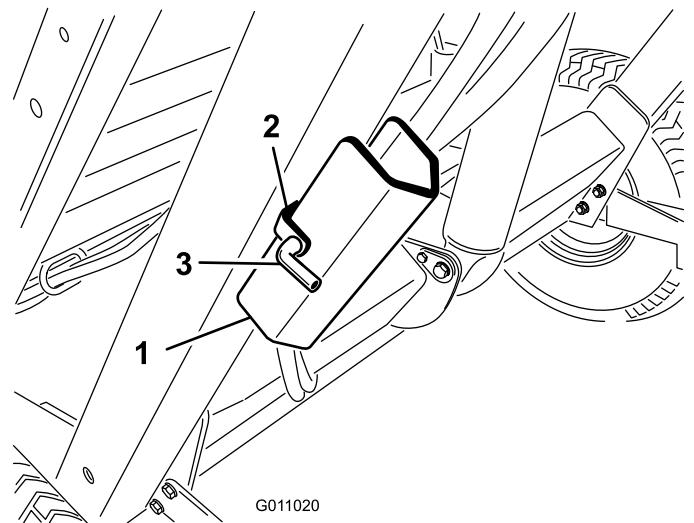

Bild 26
2. Nehmen Sie den Splint und den Stift ab, mit denen die Sicherheitsstütze an der Lagerhalterung am Maschinenrahmen befestigt ist (Bild 26). Nehmen Sie die Sicherheitsstütze ab.